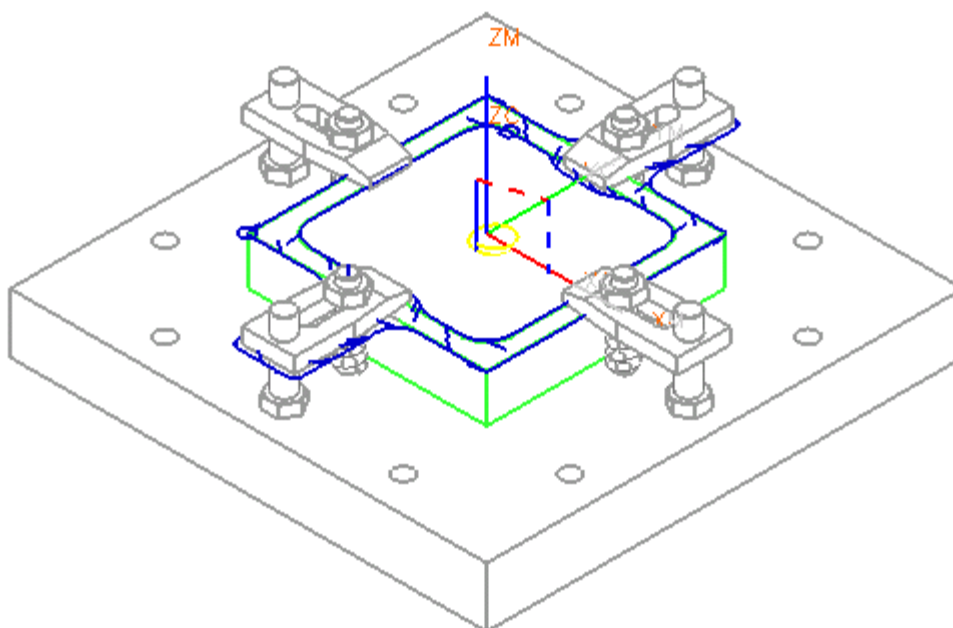

图 8-102
- 单击 ，生成如图 8-102 所示的刀轨，单击 OK 保存操作。